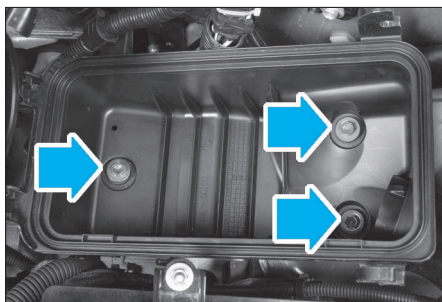

FIG. 65
- le filtre à air puis le boîtier de filtre à air (3 vis) (fig. 65).